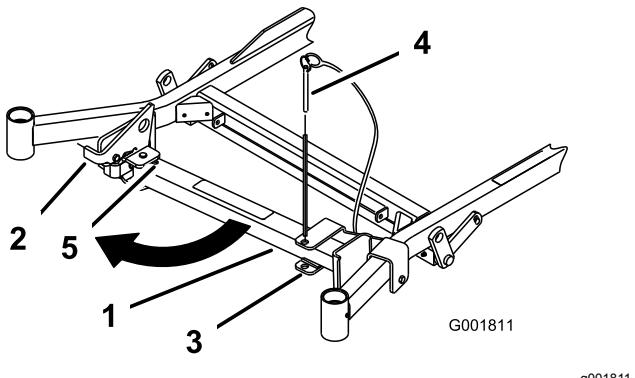
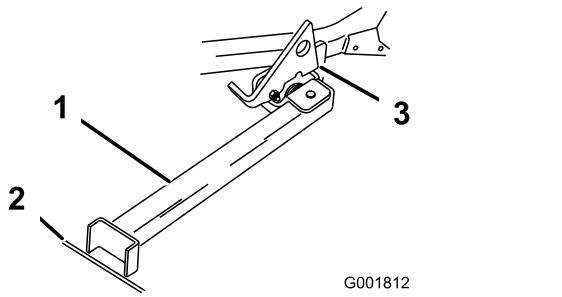

Bild 47
Bild 48
2. Nehmen Sie den Halterungsstift ab (Bild 47).
4. Drehen Sie den Ständerfuß nach vorne heraus und schieben ihn zur Maschine hin in den unteren Schlitz (Bild 47 und Bild 48).
5. Stellen Sie den Fuß auf den Boden und lassen Sie den Riegel auf der Drehzapfennase aufliegen (Bild 48).
- Hinweis:** Stellen Sie den Ständerfuß am besten in Risse auf Gehwegen oder in der Grünfläche (Bild 48).
7. Fahren Sie die Maschine auf den Ständer. Halten Sie an, wenn der Riegel über der Nase in die arrierte Stellung einrastet (Bild 48).
5. Stellen Sie den Ständer wieder in die Ruhestellung (Bild 47).